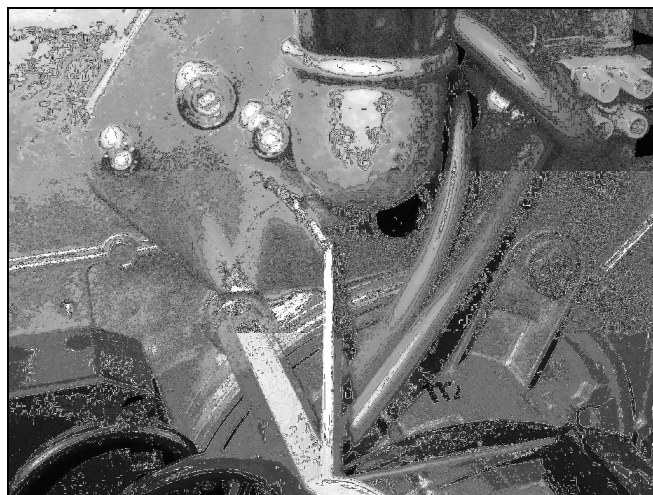

Рис. 4: Настройка подпорной шайбы: Размер В
- a) Перенастройка подпорной шайбы в пламенной трубе Размер В (см. Рис. 4, Абз. 4.3 и Абз. 6.1 Настроечные размеры) Тем самым скорость воздуха в головке горелки и пламенной трубе, а также форму пламени можно адаптировать к условиям камеры сгорания.